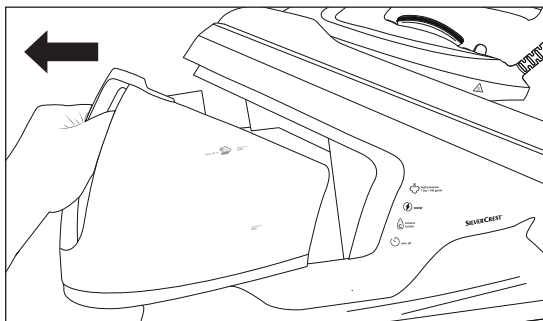

Fig. 3
- 2) Retire o depósito de água 10, junto à pega, da estação base (ver fig. 3).